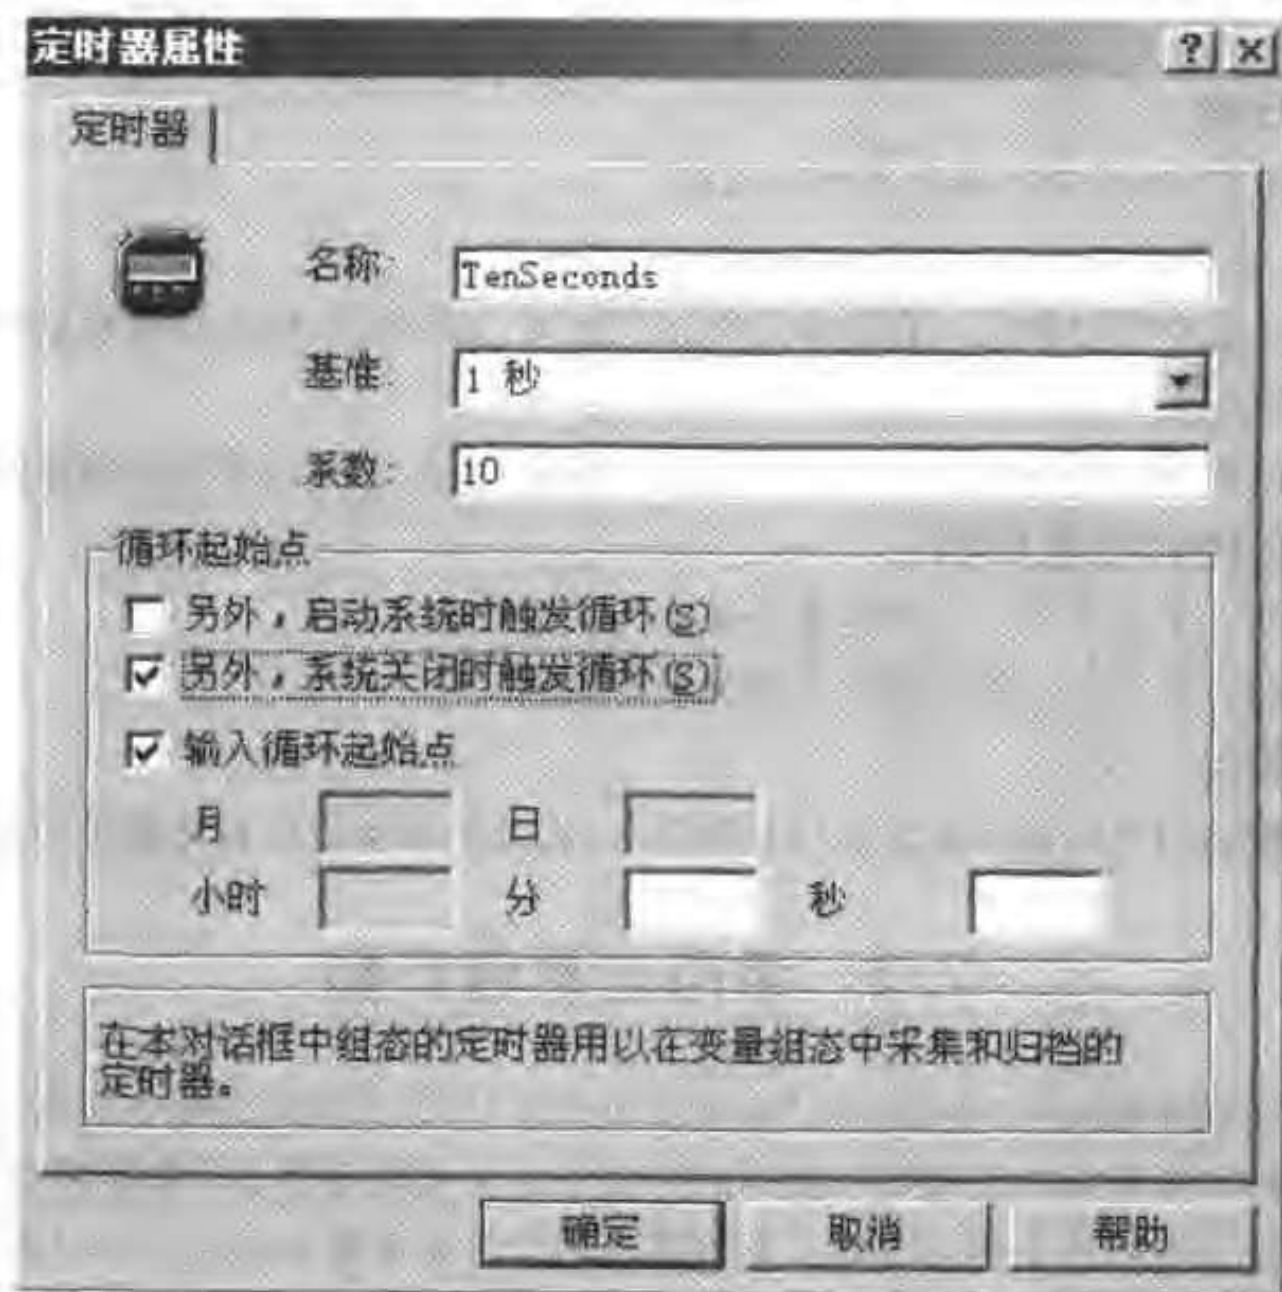

图 7-1 创建一个 TenSeconds 定时器
- 在“系数”编辑框中输入 10。最后结果如图 7-1 所示。